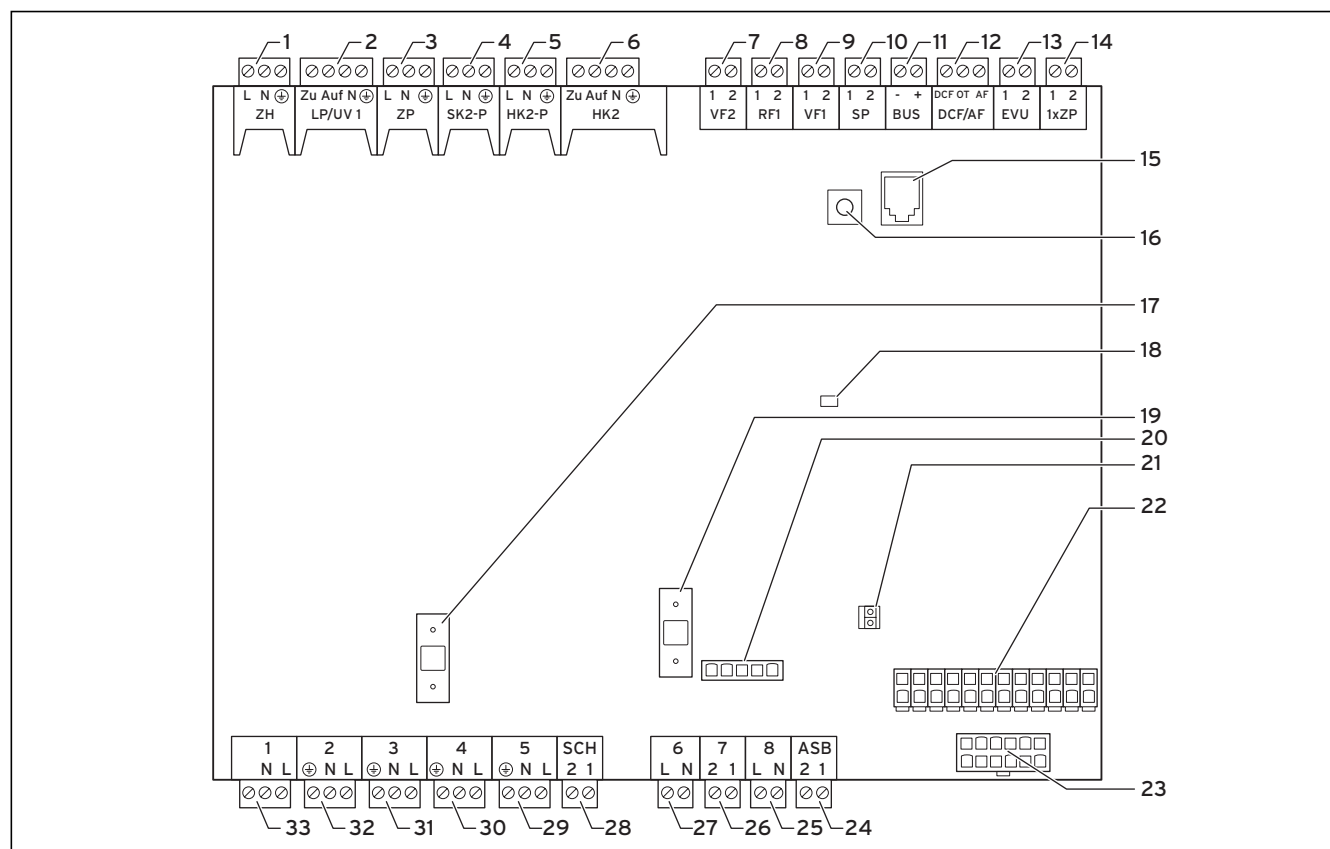

Рис. 7.18 Плата регулятора
- Подсоедините контакт приемника централизованного сигнала управления к клемме 13 „EVU“ (энергоснабжающая организация) (→ Рис. 7.18).
- Установите стандартные датчики VR 10 в соответствии с требованиями гидравлической схемы и подсоедините их к соответствующим клеммам платы регулятора (→ Рис. 7.18).